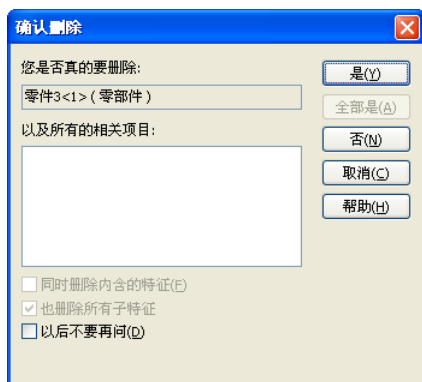

图 11-5 “确认删除”对话框
- (1) 在图形区或 FeatureManager 设计树中单击零部件。
- (2) 按〈Delete〉键,或选择菜单栏中的“编辑”→“删除”命令,或在右击弹出的快捷菜单中单击“删除”命令,此时会弹出如图 11-5 所示的“确认删除”对话框。
- (3) 单击“是”按钮确认删除,此零部件及其所有相关项目(配合、零部件阵列、爆炸步骤等)都会被删除。